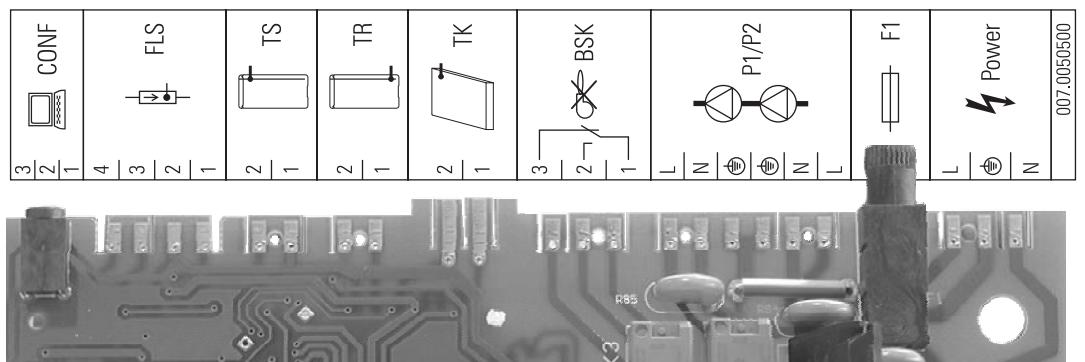

Bild 3-25 Anschlussbelegung
6. Kabel des FlowSensors am FlowSensor (c) und am Platinenrand der Solaris R3-Regelung, an der Position FLS (4-polig, siehe Bild 3-25) aufstecken.
4. Stecker am Platinenrand der Steuerung, an der Position TK (2-polig, siehe Bild 3-25) aufstecken.